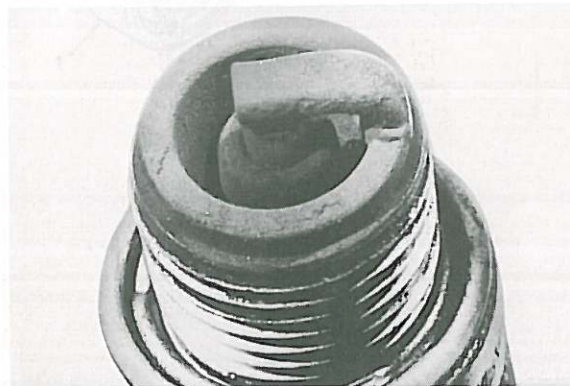

Fig. 6-3-2
2. If the electrodes and porcelain are black and somewhat oily, replace the plug with a hotter-type for low speed riding. (Fig. 6-3-2)
2. Si les électrodes et la porcelaine sont encrassées noires et présentent un aspect gras, installer une bougie plus chaude, surtout si le propriétaire a l'habitude de conduire lentement. (Fig. 6-3-2)
2. Wenn die Elektroden und der Isolationskörper schwarz und teilweise ölig sind, ist die Zündkerze durch eine heißere für Fahren mit niedrigen Geschwindigkeiten zu ersetzen. (Fig. 6-3-2)